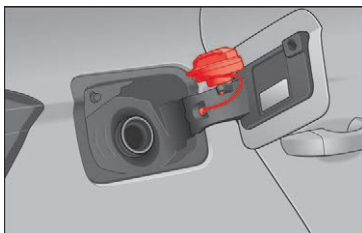

Fig. 63 Tankklap med tankdæksel
- Placer dækslet i udskæringen, der befinder sig i hængslet på den åbne tankklap » Fig. 63.